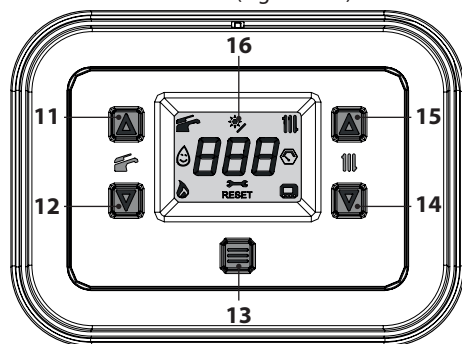
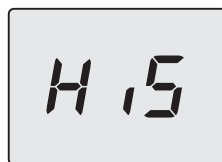
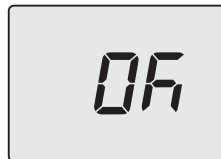
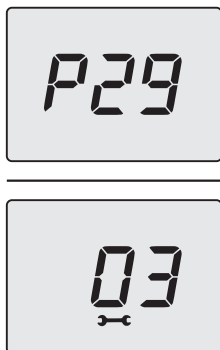

Figura 5.44
Figura 5.45
Figura 5.49
Figura 5.51
- Entrare in "modalità programmazione" premendo contemporaneamente per 5 secondi i tasti 12 e 14 (Figura 5.44) fino a far apparire sul display LCD le lettere **HiS** che indicano il menu "Storico delle caldaia" (Figura 5.45).
- Premere per 1 sec. il tasto 13 (Figura 5.44) per entrare nel parametro selezionato. Il display visualizzerà quanto segue (Figura 5.48).
- Premendo il tasto 13 (Figura 5.44) si ottiene la conferma del valore inserito. Il display visualizzerà per 5 sec. quanto segue (Figura 5.49) poi, si porterà al livello superiore.
- Premendo contemporaneamente i tasti 12 e 14 (Figura 5.44) si esce senza modificare il valore (ritorno al livello precedente).
- tenere premuti contemporaneamente i tasti 12 e 14 per 5 sec. (Figura 5.44) (ritorno al livello precedente).
- Premere per 1 sec. il tasto 13 (Figura 5.44) per entrare nel parametro selezionato. Il display visualizzerà quanto segue (Figura 5.51).
- Premendo il tasto 13 (Figura 5.44) si ottiene la conferma del valore inserito. Il display visualizzerà per 5 sec. quanto segue (Figura 5.52) poi, si porterà al livello superiore.